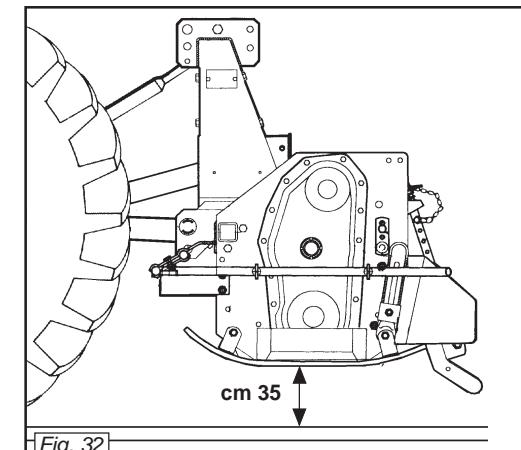

Fig. 32
Sollevarla sempre per i cambiamenti di direzione e le inversioni di marcia. Durante il trasporto, od ogni qualvolta si renda necessario il sollevamento dell'attrezzatura, è opportuno che il gruppo di sollevamento del trattore venga regolato in modo che la macchina stessa non sia sollevata da terra per più di 35 cm circa (Fig. 32).
*During transport, or whenever the implement must be raised, it is advisable to adjust the lift unit of the tractor so that the implement itself is not raised more than about 35 cm from the ground (Fig. 32).*
Pendant le déplacement et chaque fois qu'il faut relever la houe, veillez à ce que le groupe de relevage du tracteur soit réglé de manière à la soulever au moins de 35 cm (Fig. 32).
*Während des Transportes, jedesmal wenn das Ausheben des Gerätes erforderlich wird, sollte der Kraftheber des Schleppers immer so eingestellt werden, daß das Gerät nicht mehr als circa 35 cm Abstand vom Boden aufweist (Abb. 32).*
Durante el transporte, cada vez que se hace necesario alzar el equipo, es conveniente que el grupo de elevación del tractor se regule en modo tal que el equipo mismo no se alce desde el suelo más de 35 cm aprox. (Fig. 32).